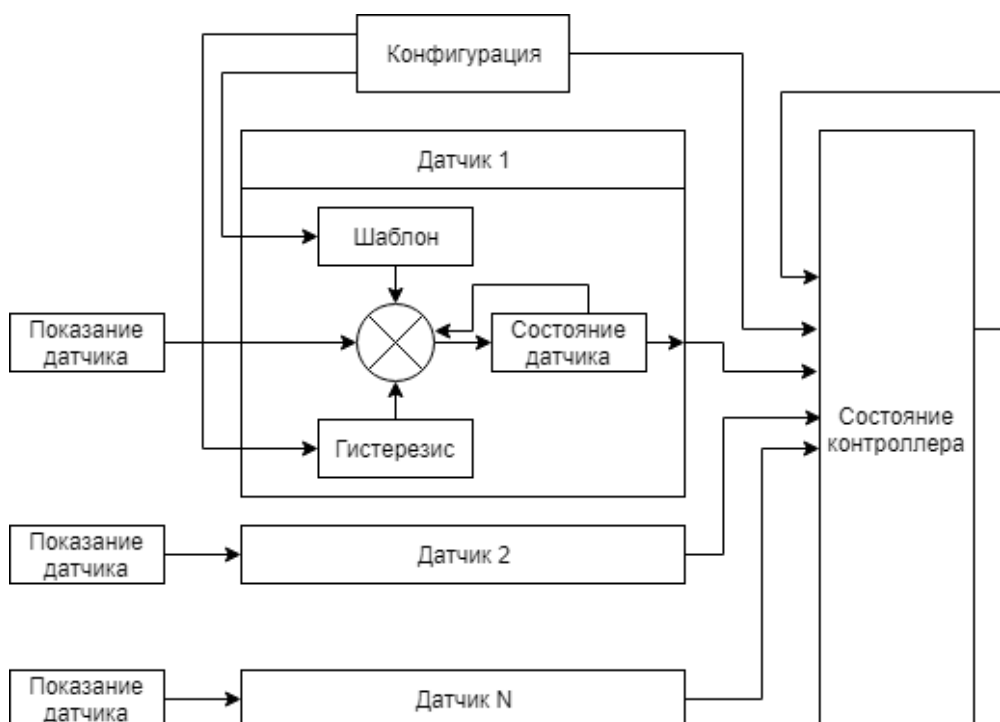

Рис. 7.1 - Диаграмма функционирования ПО
8.1.1. Показания, получаемые от датчиков и устройств, являются бинарными состояниями (0, 1) для дискретных датчиков либо цифровыми показаниями для аналоговых датчиков, датчиков 1-wire и цифровых устройств (например, 10,5 мА, или 12,1 В, или 1234,6 кВт·ч). ПО Контроллера анализирует состояние датчиков и устройств в соответствии с Рис. 7.1.